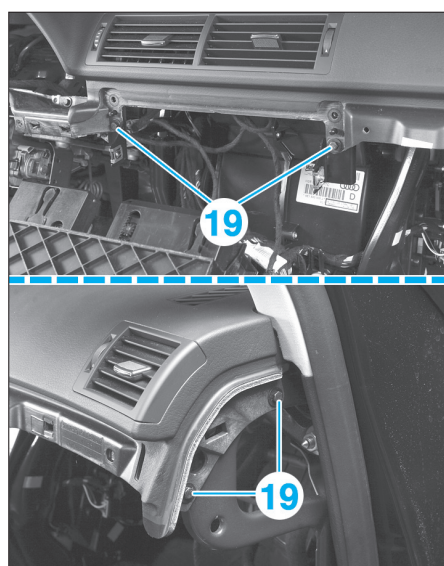

Fig. 27
- Déposer les vis de fixation (19) (Fig.27).